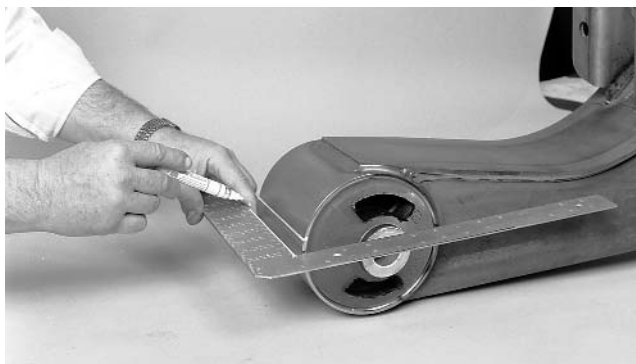

Figura 8. Marcando la orientación del buje en el tubo del buje
6. Utilizando una escuadra y la marca de orientación del buje como punto de referencia, trace o dibuje una línea por fuera del tubo del buje (figura 8). Esta línea indica la orientación del buje existente dentro del tubo del buje y será utilizada para orientar adecuadamente el reemplazo del buje mientras es instalado.